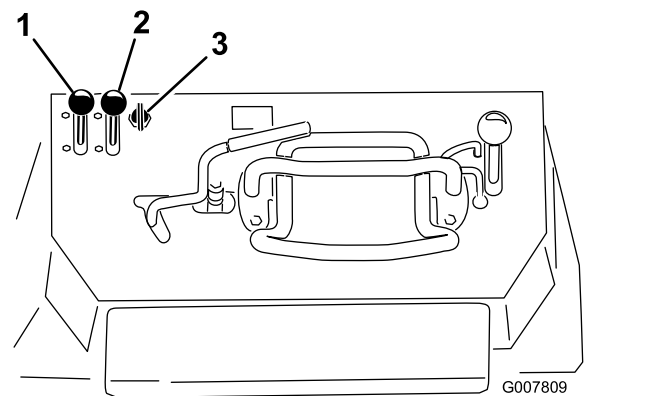

Figura 16
1. Portate la leva dell'acceleratore al centro tra le posizioni di MINIMA e MASSIMA (Figura 16).
2. Spostate la leva dello starter in posizione di ACCENSIONE (Figura 16).
- Per le macchine ad avviamento elettrico, girate la chiave in posizione di ACCENSIONE (Figura 16). Rilasciate la chiave quando il motore si avvia.
4. Spostate gradualmente lo starter in posizione di SPEGNIMENTO (Figura 16). Se il motore si ferma o esita, riavviate lo starter finché il motore non si sarà scaldato.
5. Spostate la leva dell'acceleratore nella posizione desiderata (Figura 16).
2. Spostate la leva dell'acceleratore in posizione di MINIMA (Figura 16).